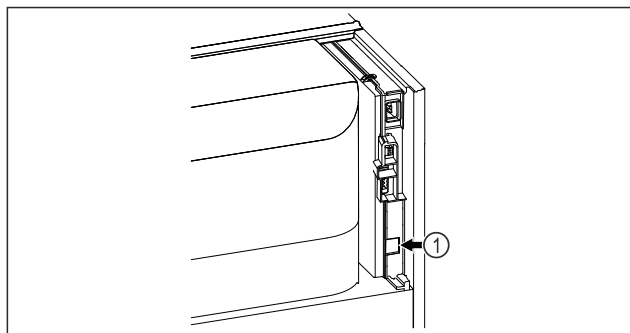

Fig. 183
- ☐ SmartModule Fig. 183 (1) er indsat.